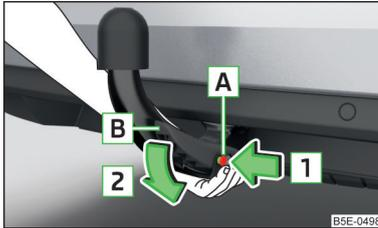

Abb. 280
- Die Kugelstange **von unten** fassen » Abb. 280.